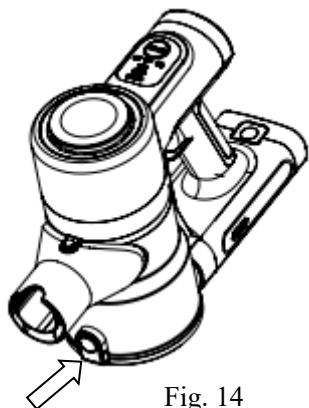

Fig. 14
- a) Premere il pulsante per sbloccare il coperchio inferiore del contenitore della polvere e svuotarne il contenuto (fig.14)